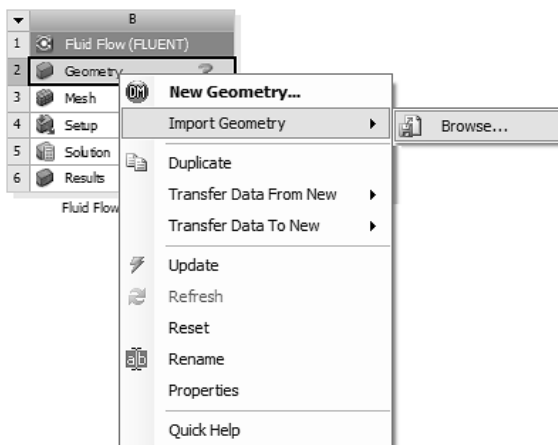

Рис. 2.5
- 5) Импортируем геометрию из задачи о ламинарном течении жидкости в трубе. В окне Project Schematic кликаем правой кнопкой мыши по Geometry и в появившемся окне выбираем Import Geometry, затем выбираем Browse, рис. 2.5: